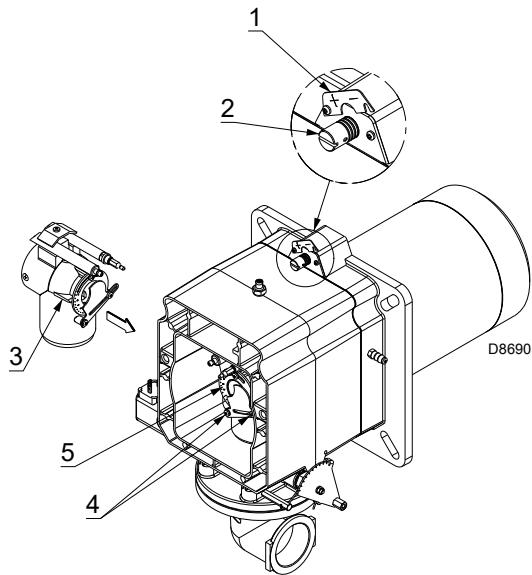

图 16
- 旋转螺丝 2) (图 16) 直至刻槽与法兰前表面 1) 对齐。
为了便于调节，可先拧松螺丝 3) (图 16)，设定好后，重新在原位拧紧螺丝。
- 拧松螺丝 4)，旋转环形螺母 5)(图 16)，直至刻槽与指针 3) 对齐；